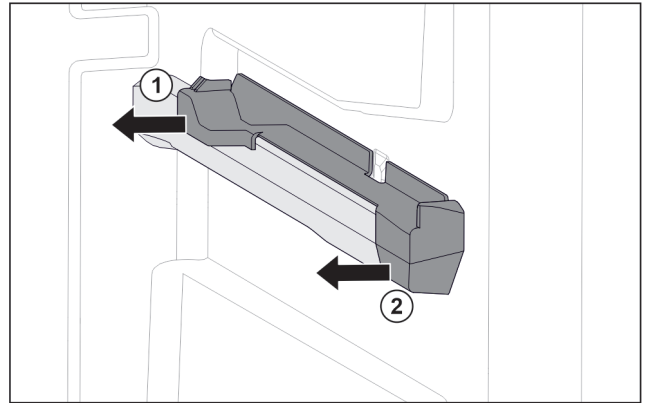

Fig. 53 Вставна частина на правому ребрі для резервуару
- ▶ Відсунути вставну частину назад вбік. Fig. 53 (1)
- ▶ Відсунути вставну частину вперед вбік. Fig. 53 (2)